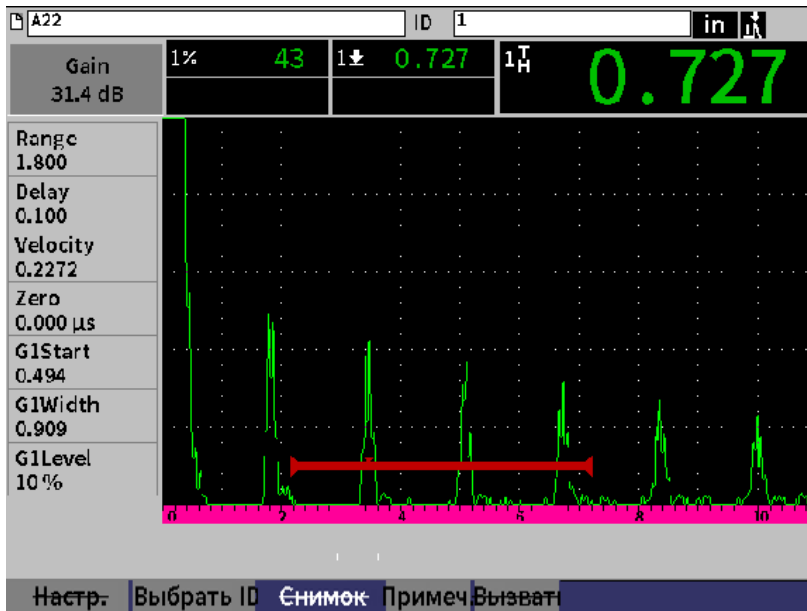

Рис. 9-9 Цифровые данные и А-скан сохраненного файла
1. На экране А-скан, с помощью ручки регулятора выделите кнопку **Снимок** (см. Рис. 9-9 на стр 118).